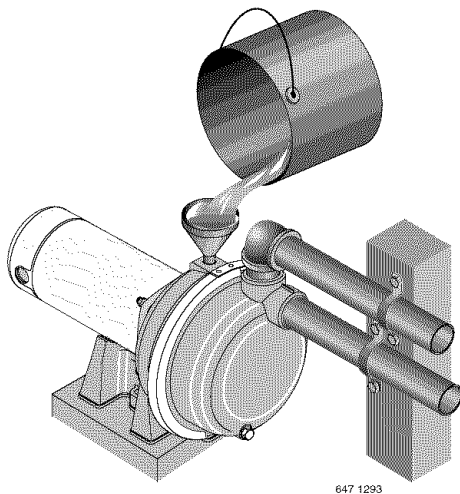

Figura 6: Llene la bomba antes de comenzar
- Paso 3. Llene la bomba y el tubo de succión con agua (figura 6).